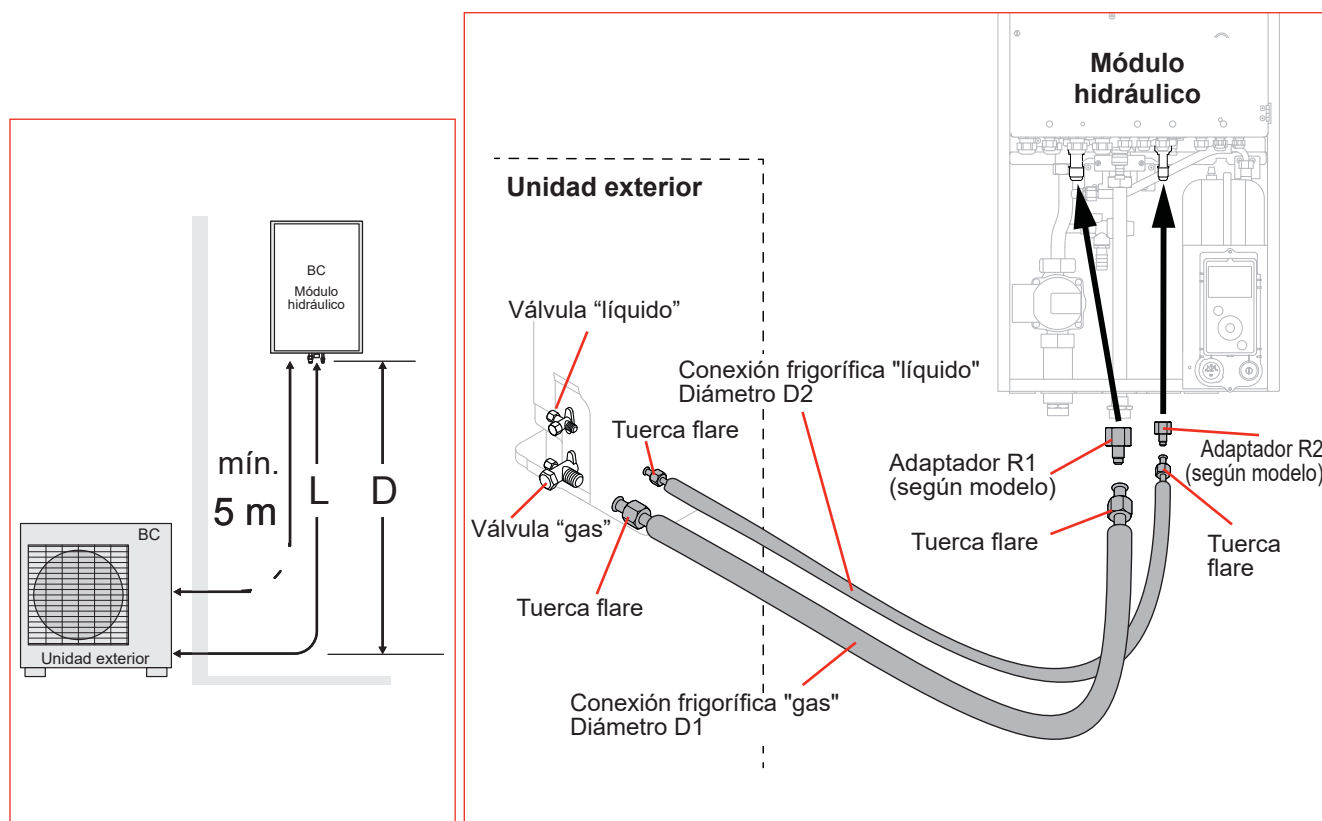

fig. 32 - Conexiones frigoríficas (diámetro y longitudes permitidas)
- Según el caso, conecte un adaptador (reducción) 1/4" - 3/8" o 1/2" - 5/8" (ver fig. 32).